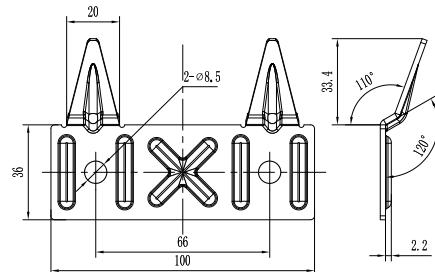

Fig. 3
2. După alegerea locației de montare, faceți două găuri în peretele la adâncimea necesară și introduceți suruburile, roțiți cărligul în sus, strângeți bine piuliile, apoi instalați încălzitorul de apă pe acesta (vezi fig. 3).